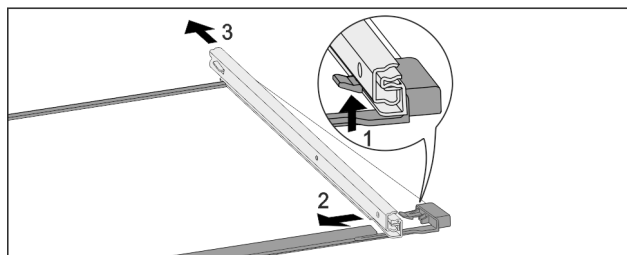

Fig. 227 Skleněná deska s kolejničkami
- ▶ Přední aretační háček zatlačte nahoru. Fig. 227 (1)
- ▶ Výsuvnou kolejničku vysuňte stranou Fig. 227 (2) a dozadu Fig. 227 (3).